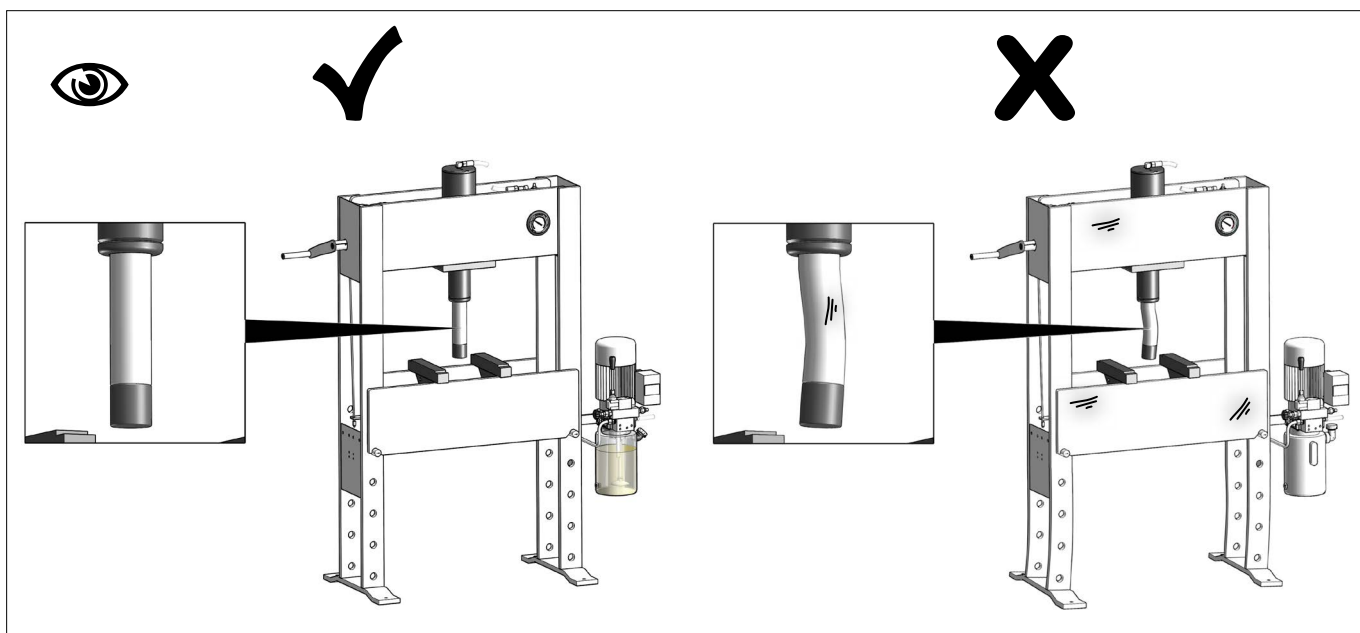

Fig.26
- Slitage (Fig.26)
- Vauriot ja yleinen kuluminen (Fig.26)
- Schade en slijtage (Fig.26)
- Daños y desgaste (Fig.26)
- Повреждений и износа (Fig.26)
- Skader og unormalt slid (Fig.26)
- Damage, wear and tear (Fig.26)
- Schäden und ungewöhnliche Abnutzung (Fig.26)
- Dommages et usure (Fig.26)